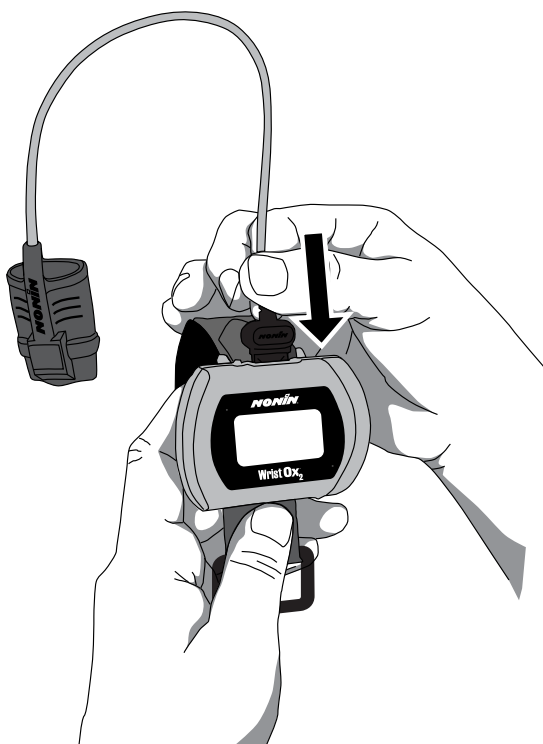

Figura 10: Applicazione del sensore
1. Inserire il connettore del sensore nella relativa porta sulla parte superiore del dispositivo (figura 10). Il logo Nonin del connettore deve essere rivolto verso la parte anteriore del dispositivo.